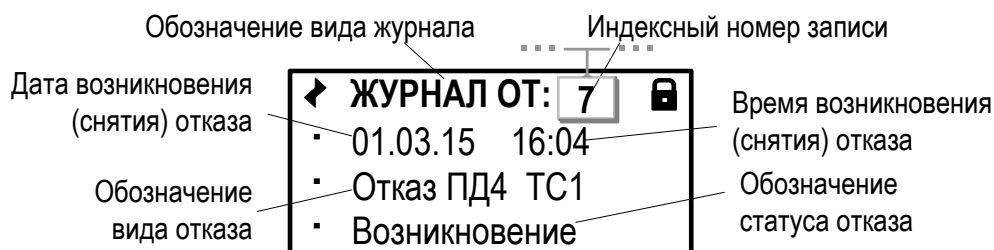

Рис.44. Вид окна индикации «Журнала отказов датчиков».
8.3.3. **Журнал Отк. дтч.** и **Журнал НС** имеют одинаковую структуру (рис.44).